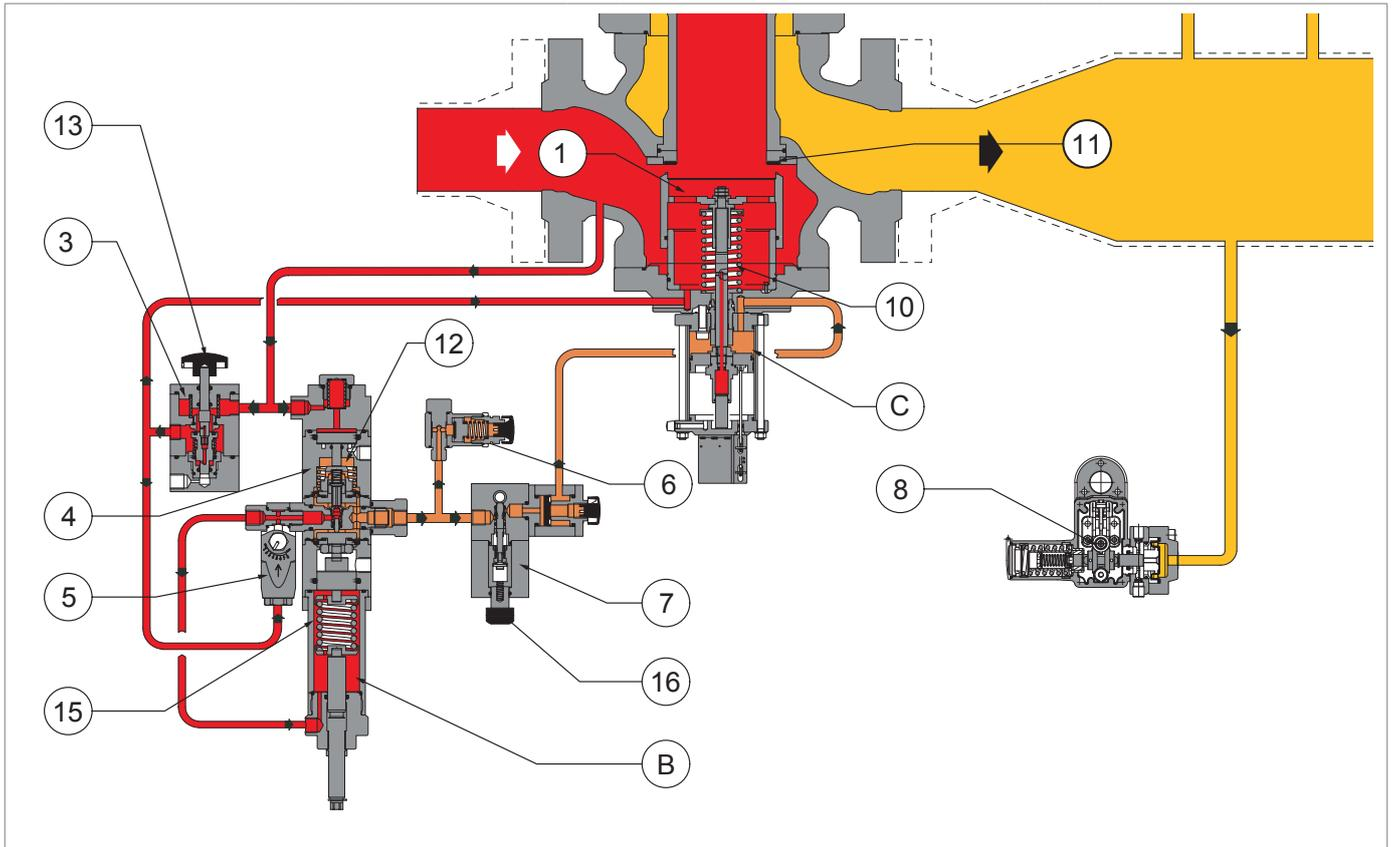

Abb. 4.12. REFLUX 819 mit integriertem Absperrventil HB/97
Das eingebaute Absperrventil HB/97 besteht aus (siehe Abb. 4.12):
Das Gerät LINE OFF 2.0 (3) besteht aus (siehe Abb. 4.12):